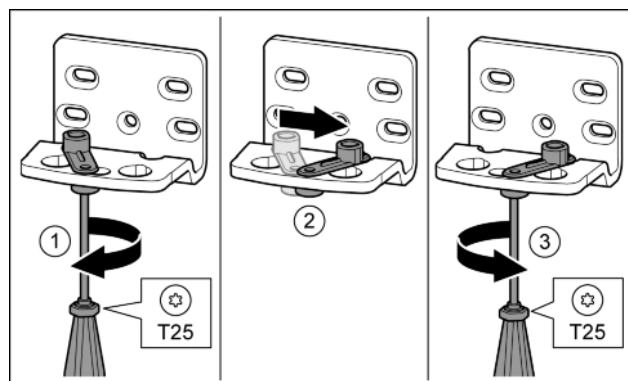

Fig. 16*
- ▶ Šroubovákem T25 volně přišroubujte šroub.* Fig. 16 (1)
- ▶ Zvedněte pomůcku zavírání dveří a v otvoru ji otočte o 90° doprava.* Fig. 16 (2)
- ▶ Šroubovákem T25 šroub pevně utáhněte.* Fig. 16 (3)